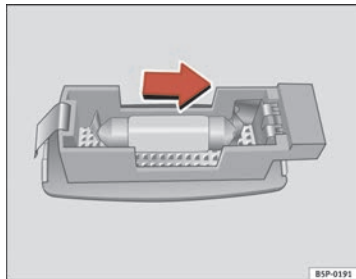

Fig. 195 Desmontaje luz del parabol
- Retire la luz con cuidado, utilizando el destornillador por su parte plana, tal como indica la figura ⇒ fig. 195.
- Retire la lámpara, moviéndola en el sentido de la flecha y hacia afuera ⇒ fig. 195. ■